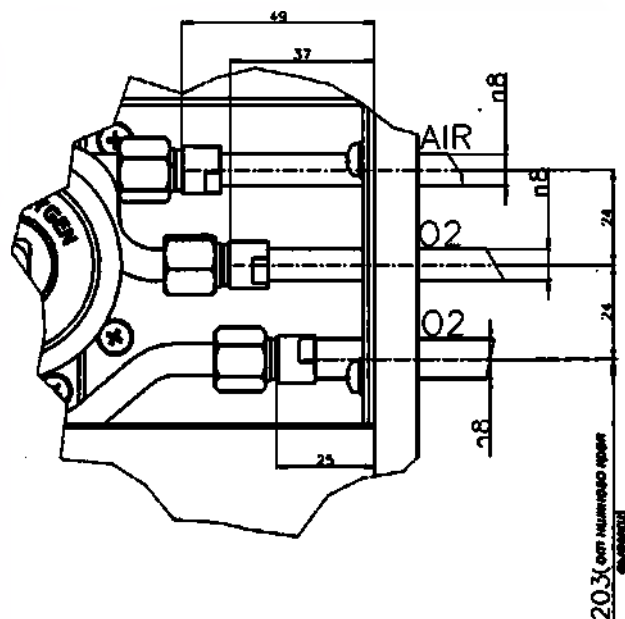

Рис. 6 Соединение магистральных трубопроводов с трубками клапанов медгазов блока
- Обрезать трубки по размеру, приведенному на Рис. 6